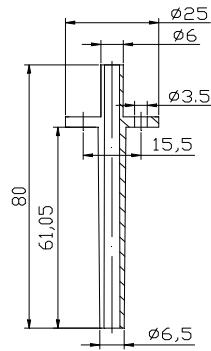
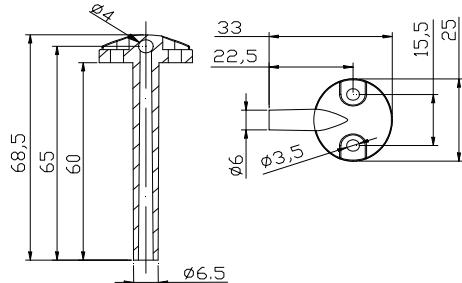

图 5：连接件 1
图 6：连接件 2
1. 先安装连接附件，附件如图 5 或图 6。每个附件用 2 枚螺丝固定安装在现场引压处，较长端(约 60mm)插入引压处。要注意插入后需要将开孔缝隙重新密封，以免系统漏气。